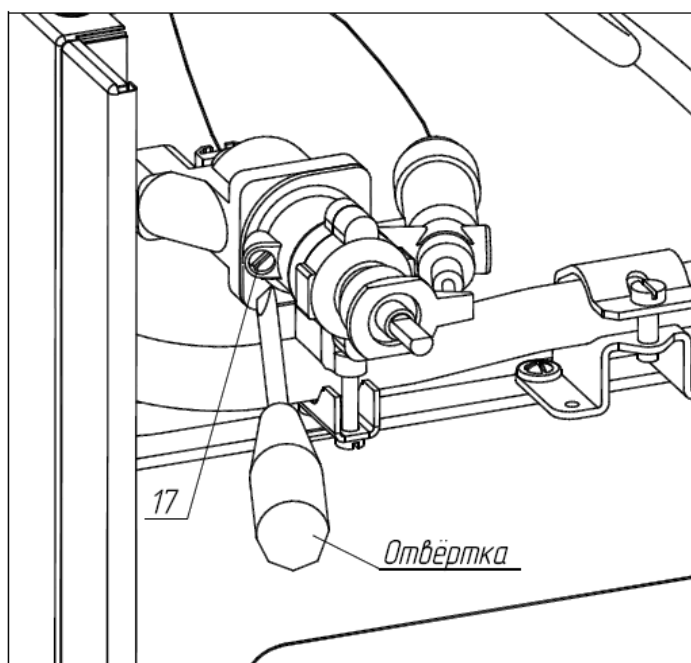

Рисунок 7 - Замена винтов малого пламени кранов стола
с помощью отвёртки выкрутить винт малого пламени крана духовки (17) (см. рис. 7) и заменить его на ВМП для нового типа газа (см. табл. 2 «Характеристики горелок, сопел и ВМП»), закрутив новые ВМП полностью до упора.